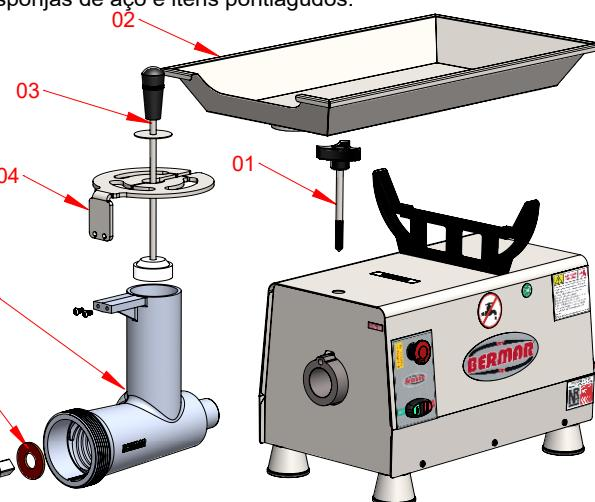

Figura 03
3.1.3 Retire a bandeja (Item 02, figura 03), e o soquete (Item 03, figura 03).
3.1.4 Retire o conjunto do Boca 98 (ver item 5.2, pag. 07), soltando o manípulo (Item 01, figura 03), puxe-o com as mãos. Se tiver dificuldade para retirar gire-o lateralmente (direita/esquerda), enquanto puxa para frente.
3.1.5 Solte o volante (Item 11, figura 03), retire o anel de aperto (Item 10, figura 03) (se for 98S), o disco perfurado (Item 09, figura 03), a faca (Item 08, figura 03), o disco pré-cortador (Item 5.3, peça 36, pag.07) (se for 98B), o caracol (Item 07, figura 03) e a arruela de celeron (Item 06, figura 03).